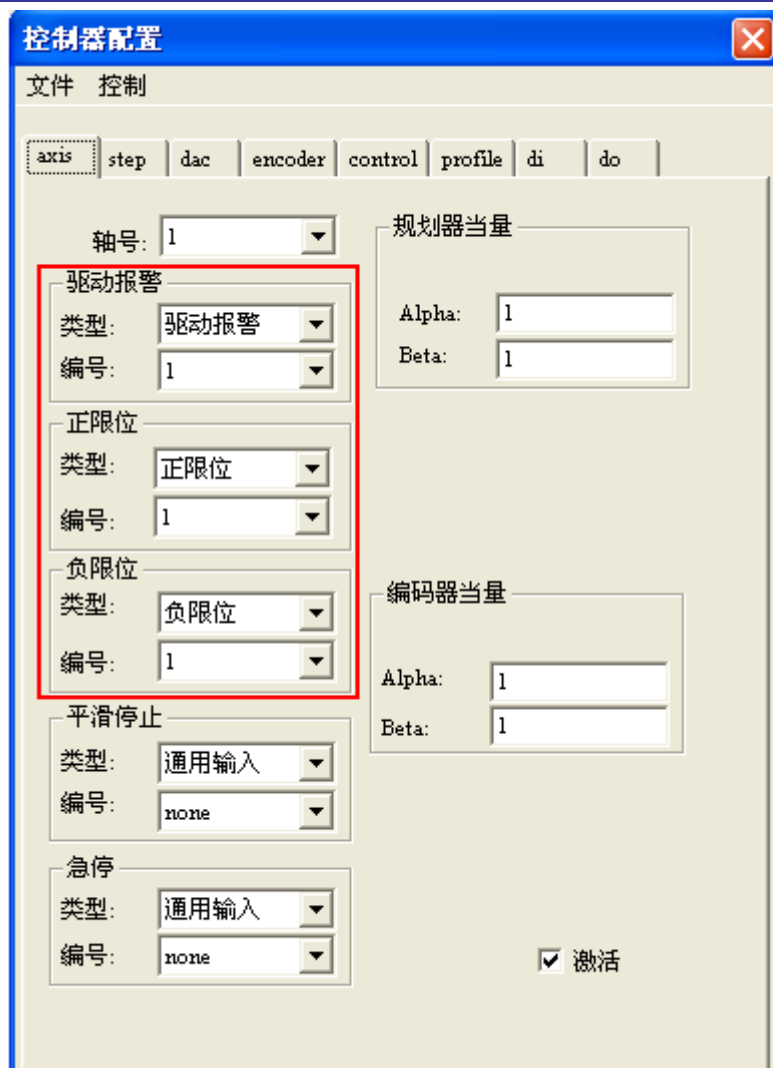
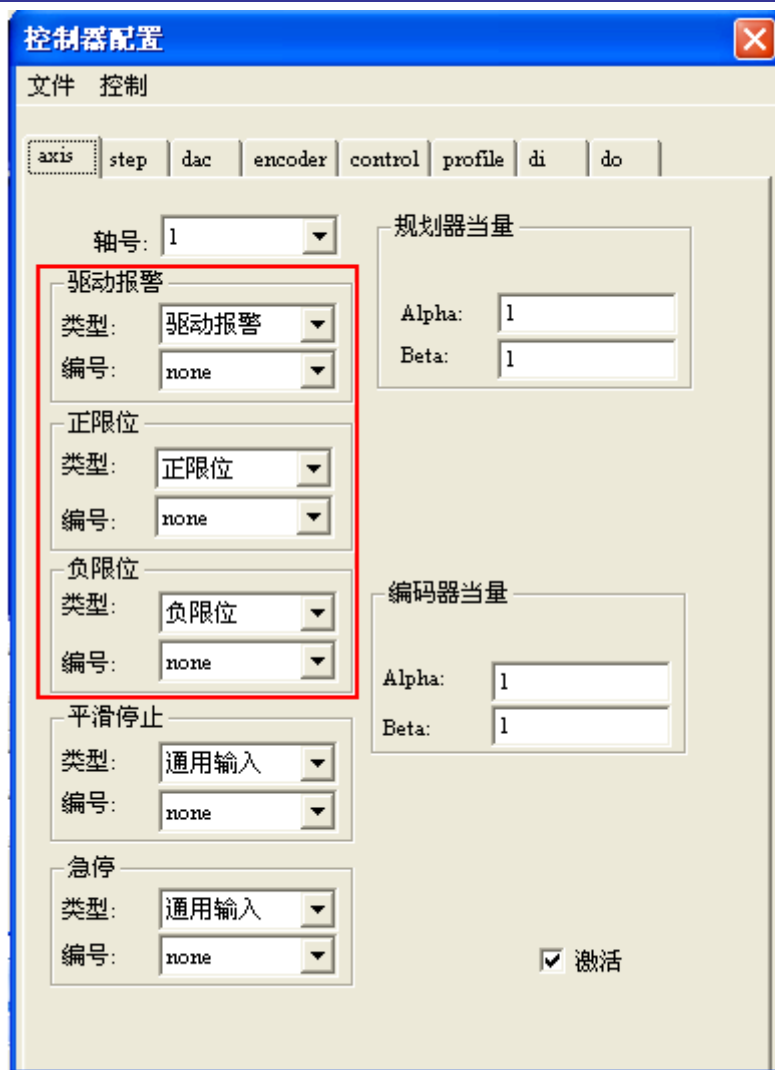

图 4-5 控制器配置模块对话框
图 4-6 无效限位以及驱动报警设置
- 1) 点击 MCT2008 主界面菜单“工具”-->“控制器配置”，将会弹出控制器配置模块对话框，如图 4-5 所示。
- 2) 图 4-5 控制器配置模块对话框中显示“axis”配置状态为轴 1 的驱动报警绑定在 1 号驱动报警信号上，正限位绑定在 1 号正限位信号上，负限位绑定在 1 号负限位信号上。此时，由于未接传感器，而控制器默认状态下以上信号都是触发的。因此，应将以上信号无效掉，即各编号设置为“none”，操作如图 4-6 所示：
- 1) 启动 MCT2008，如图 4-4 所示，复位控制器。点击主界面菜单“工具”->“控制器配置”，将会弹出控制器配置模块对话框，如图 4-5 所示。首先，将轴 1 的报警无效掉，如图 4-6 所示。接着，将标签页切换到“dac”标签页，选择 dac 编号 1，将 dac 绑定到轴 1 上输出，其他的设置采取默认的设置，如图 4-9 所示：
(4) 对话框右边的一排按钮可以对轴进行一些操作。
- a) 控制器存在伺服报警，此时请按图 4-6 重新进行设置并按图 4-8 写入到控制器中。